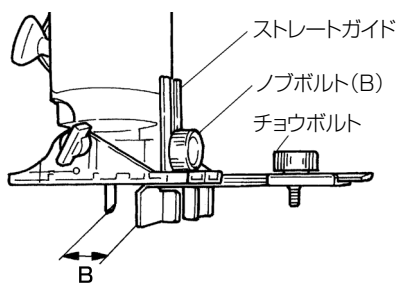

図 14
- (1) ストレートガイドはノブボルト (B) によってベースに取付け、固定します。
- (2) ビットからストレートガイド面までの寸法 B はチョウボルトをゆるめ、ストレートガイドを移動させて調整してください。(図 14)